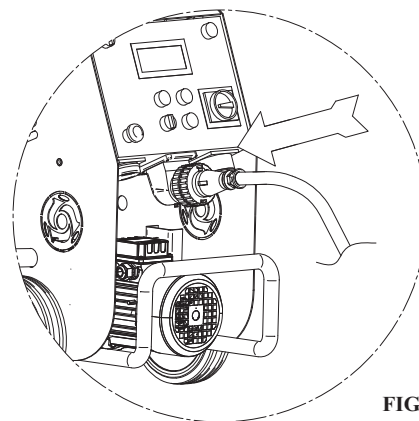

FIG. 5
10.1 CONEXIONADO ELÉCTRICO (fig. 5)